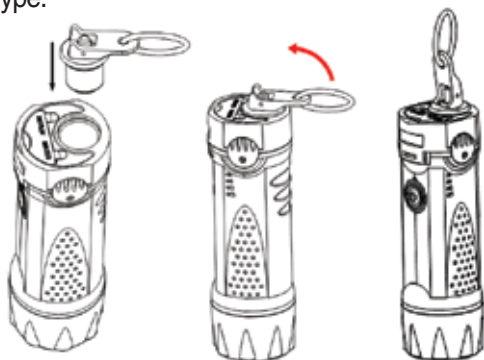

Рис.14
6. Для подключения автомобильных электрических аксессуаров, работающих от бортовой сети 12 Вольт можно воспользоваться специальным гнездом для подключения 12V Socket (4.). Если данным гнездом вы не планируете пользоваться, то можно закрыть этот выход специальной заглушкой (рис.14). Это предотвратит попадание влаги и даст возможность носить это устройство на веревочном шнуре.